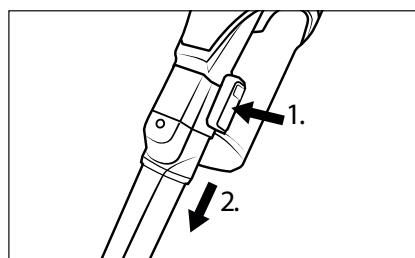

Abb. 15
- ◆ Zum Entfernen des Zubehörs halten Sie die Entriegelungstaste am Zubehör gedrückt und ziehen Sie dann das Zubehör vom Saugrohr ④ oder von der Saugöffnung des Gerätes ab (siehe Abb. 15).